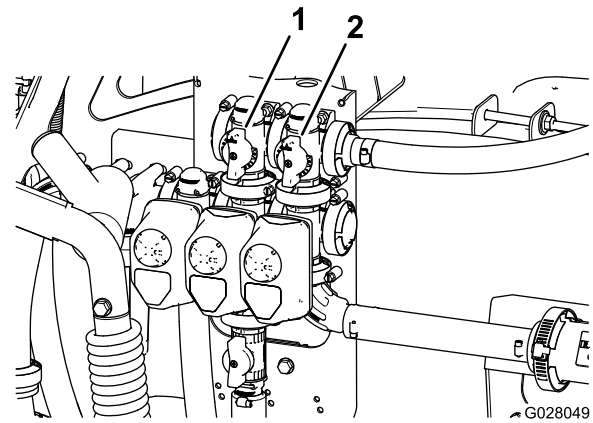

Figura 31
11. Ajuste la válvula de desvío de agitación (Figura 31), situada en la parte trasera de la válvula de agitación, hasta que la presión marcada en el manómetro sea de 6,9 bar.
9. Ajuste la palanca de la válvula de desvío de la válvula maestra para controlar la cantidad de agitación en el depósito (Figura 31).